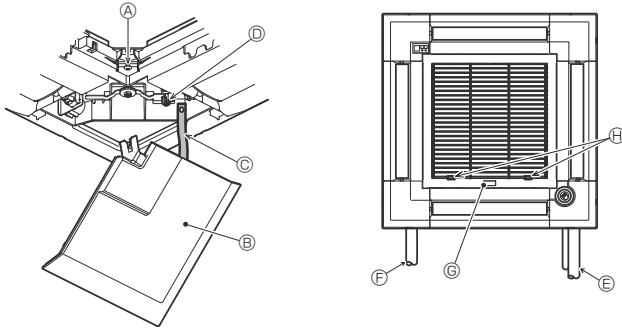

Fig. 9-12
9.5. Giriş izgarasının takılması (Fig. 9-12)